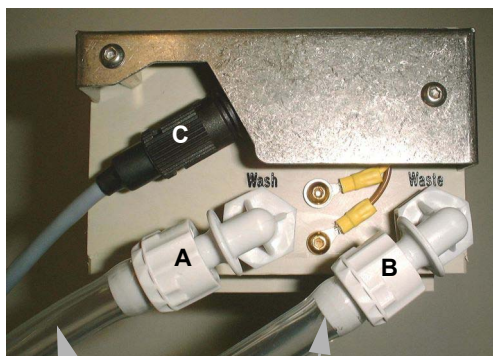

Рис. 5-7 Соединения промывочного блока
- 4 Вставьте кабель датчика уровня в соответствующие разъемы на промывочном устройстве (C) и промывочном блоке (C, Рис. 5-7, Таблица 5-5).
- 5 Соедините различные контейнеры с промывочной жидкостью (D) и контейнер для отработанных веществ (E) с соответствующими фитингами промывочного устройства.